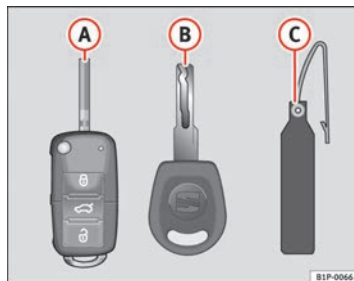

Abb. 61 Schlüsselsatz
- Funkschlüssel ⇒ Abb. 61 A mit ausklappbarem Schlüsselbart